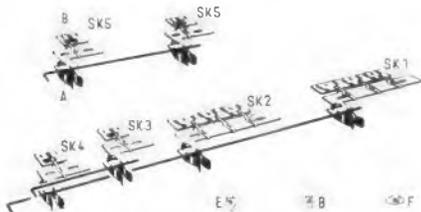

Bild 3. Stuerocken am VHF-Kanalwähler: E = CCIR-Norm, B = belgische Norm, F = französische VHF-Norm
Die Bild-Zwischenfrequenz steht an Punkt „e“ des VHF-Kanalwählers zur Verfügung. Die Stuerocken am VHF-Kanalwählerblock (Bild 3) stellen einen Systemwechsler mit zwölf Schaltstellungen dar. Die Stuerocken werden in drei Stellungen gebracht:
1.1.4 Video-Signal. Der Signalweg kann in Bild 4 verfolgt werden. Hinter dem Video-Gleichrichter unterdrückt in Bild 2 ein π -Filter die restliche Zf-Spannung. Darauf folgen dann in Bild 4 einige Korrekturspulen für die hohen Frequenzen. Das Video-Signal wird hierauf im Pentodenteil der Röhre PCL 84 verstärkt. Über einen (von der Stuerocke am VHF-Kanalwähler betätigten) Schalter SK 1 (siehe Bild 3), und zwar über die Kontakte 4–5 wird das verstärkte Video-Signal über zwei Spulen zum Anheben der hohen Video-Frequenzen der Katode der Bildröhre zugeführt.